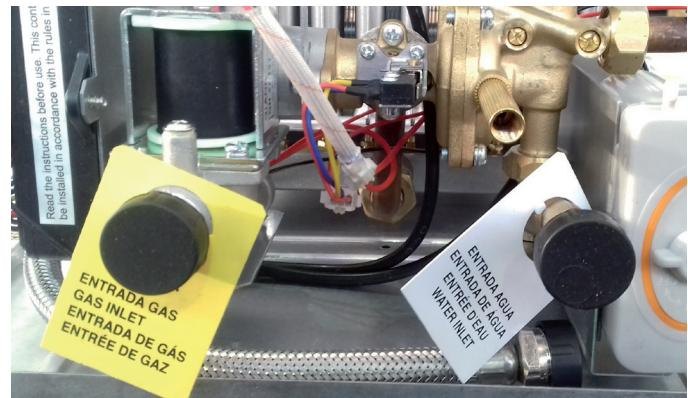

fig. 9 - Cartões das ligações
- Remova as tampas das uniões da água e do gás; ver a fig. 9.